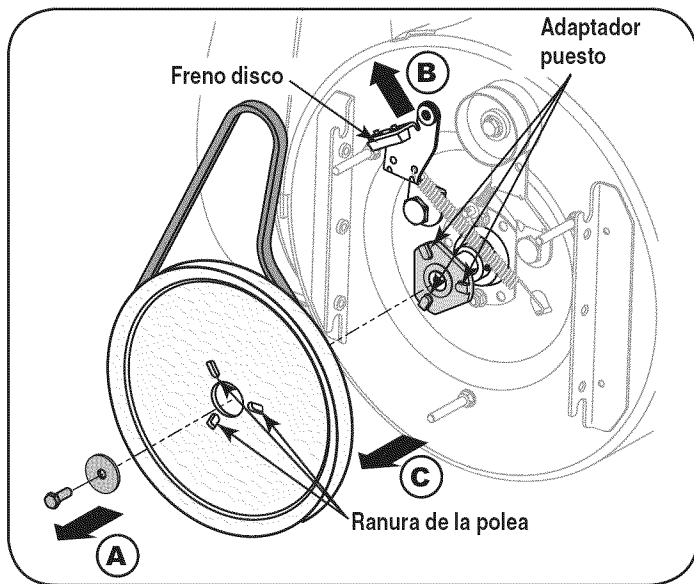

Figura 34
6. Bloquear el impulsor con un pedazo de madera para evitar que el hilado y el uso de una 1 / 2 "para quitar la llave hexagonal de tornillo y arandela plana desde el centro de la polea sobre la barra vivienda. A ver en la Figura 34.
7. Levante el soporte de montaje de freno de la polea ranura (B) y deslice la polea asamblea fuera de los puestos de la polea del adaptador de barra (C) para eliminar el antiguo cinturón. Consulte la Figura 34.
9. Si bien la alineación de la polea las franjas horarias y adaptador de puestos, empuje la barrena polea plenamente en el adaptador. Consulte la Figura 34. Asegúrese de que el freno de disco de freno soporte de montaje y se alinea completamente asentada en la ranura de la polea.
**NOTA:** Si el adaptador de la polea se eliminó con la polea, se suman los splines adaptador de la polea del eje de entrada y barrena, y empuje de la polea y el adaptador en el árbol. Consulte la Figura 34.